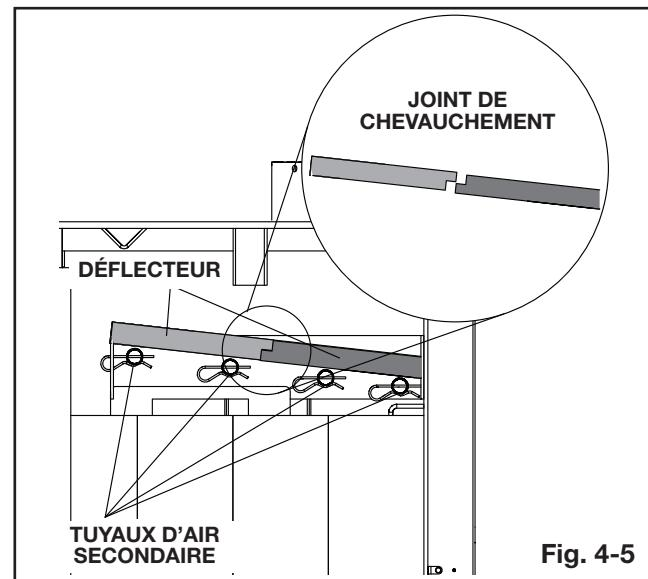

Fig. 4-5
Placez brique (C) dans le centre, avec deux (A) briques sur les côtés comme illustré (**Fig. 4-5**).
- Installez deux (D) briques le longue de l'avant de l'appareil au dessous de la corniche au bas de l'ouverture de la porte.
- Soigneusement pivotez deux (E) déflecteurs en fibre sur les tuyaux d'air secondaire comme illustré. Assurez-vous que les déflecteurs supérieurs sont poussés à l'arrière de la chambre de combustion, en laissant un écart le longue de l'avant d'un minimum de 1 po de taille. Cela permettra les gaz du conduit d'échapper la chambre de combustion. Assurez-vous que le joint de chevauchement est serré.